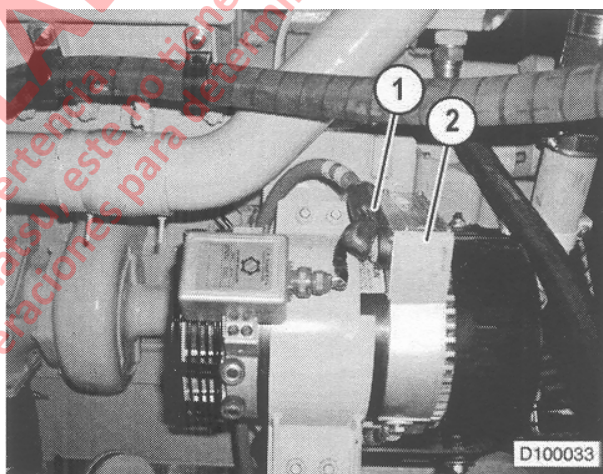

FIGURA 10-18. RETIRO DEL CABLE DE LA BATERIA
3. Retire el cable de la batería (1, Figura 10-18) del terminal (B+) en el alternador (2).
7. Instale el cable (B+) de la batería al terminal en el alternador (2, Figura 10-18). Apriete la tuerca a **32 N.m** (24 ft- lbs).